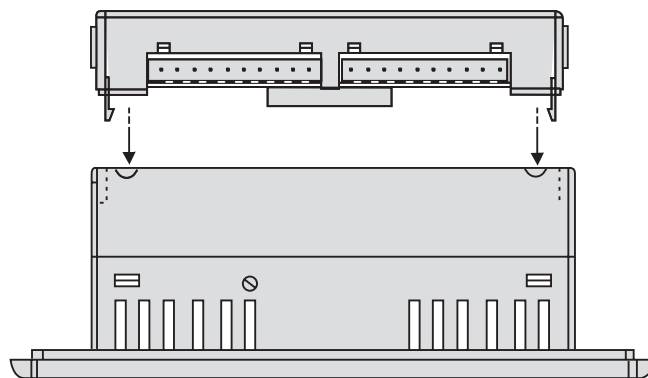

Рис. 23
2. Установите обратно модуль. Необходимо выровнять круговые направляющие на контроллере с направляющими на интегрируемом модуле, как показано на рис. 23.